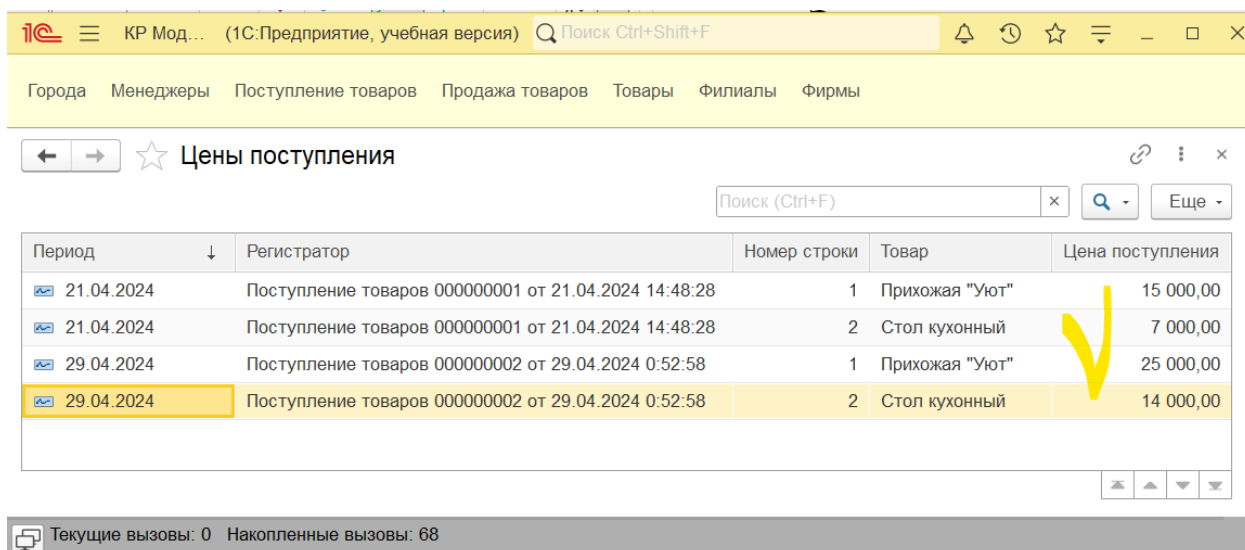

Рис. 3.21. Форма списка регистра «Цены поступления» в режиме 1С: Предприятие
7. Снова откроем регистр сведений и видим сформированные записи. При изменении цены товара появиться записи регистра (рис. 3.21).